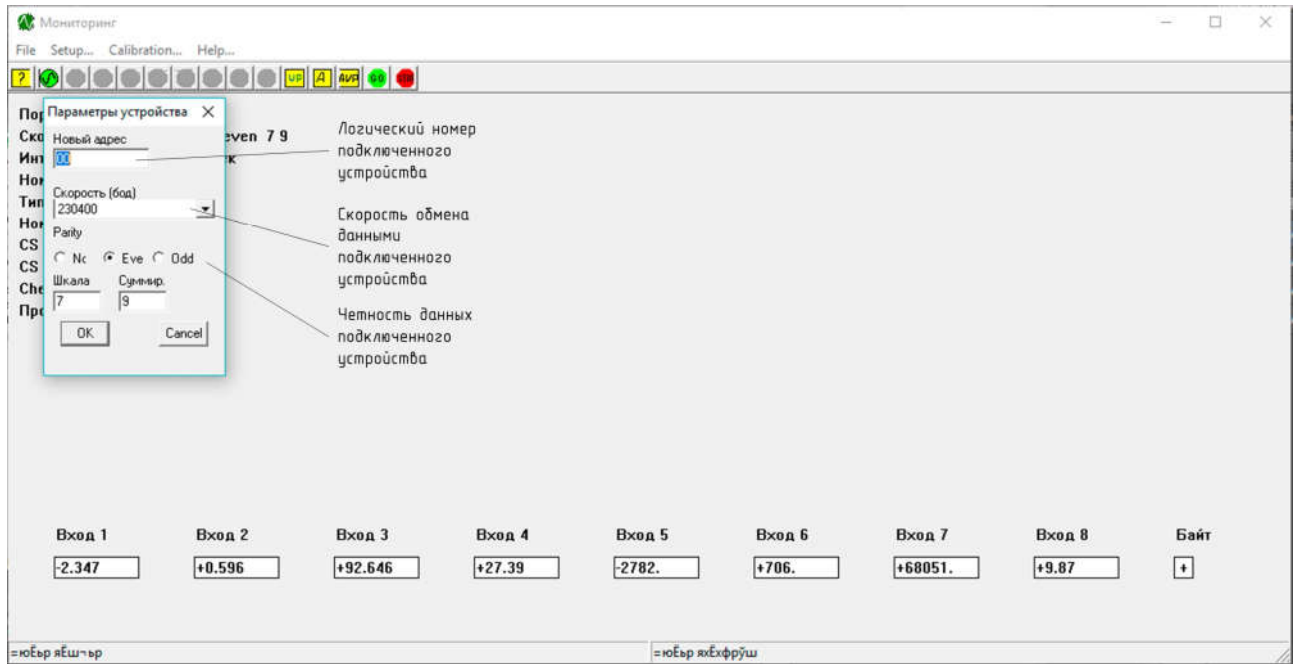
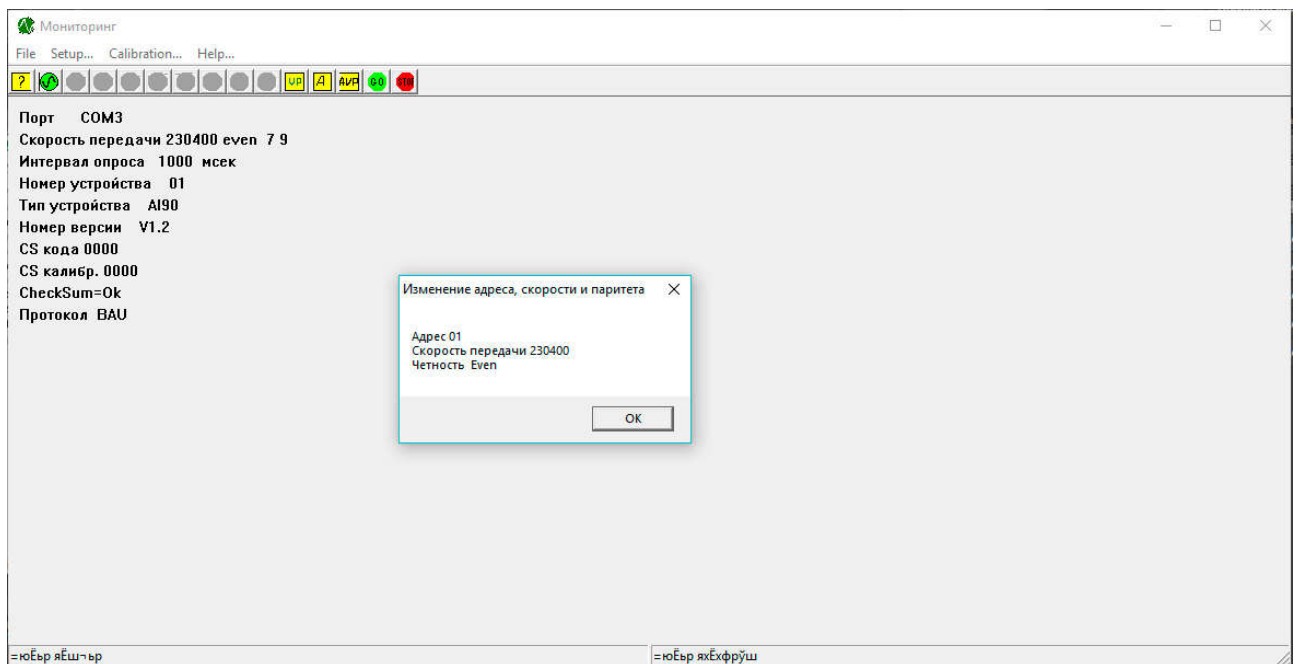

Рис. 3.7. Изменение параметров работы подключенного устройства.
Рис. 3.8. Результат изменения параметров работы подключенного устройства.
**Операция:** Для изменения параметров работы подключенного устройства необходимо запустить соответствующую подпрограмму (вспомогательное окно) программы Martin.exe (Рис 3.3). Вид окна программы в режиме изменения параметров подключенного устройства приведен на Рис. 3.7. В открывшемся окне необходимо задать логический номер, скорость обмена данными и четность ("Parity"), затем закрыть вспомогательное окно кнопкой "Ok". Вид окна программы после выполнения данной операции приведен на Рис. 3.8.